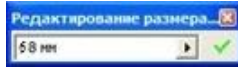

Рисунок 2.6 – Диалоговое окно **Редактирование размера**
- После установки динамического образца размера в выбранную позицию и при щелчке левой клавишей мыши открывается диалоговое окно **Редактирование размера** (рис. 2.6).